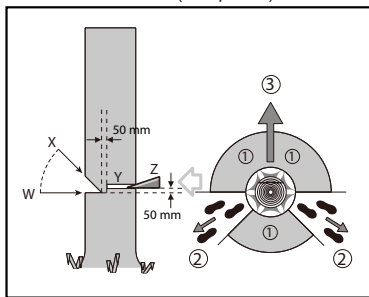

РИС. 1
Перед валкой дерева должен быть запланирован путь отхода и при необходимости следует подготовить и освободить его. Путь отхода должен вести в сторону и вверх от ожидаемой линии падения деревьев. (См. рис. 1)
Пропилите под прямым углом со стороны падения дерева запил в его стволе на глубину, равную 1/3 диаметра ствола. Вначале выполните нижний горизонтальный запил. Это позволит избежать зажатия пильной цепи или направляющей шины пилы при выполнении второго запила. (См. рис. 1).
глубоко, чтобы осталась вертикальная древесная перемычка, которая могла бы служить шарниром. Эта перемычка должна предотвратить возможность поворота дерева и его падения в неправильном направлении. Не перепиливайте эту перемычку. При приближении повалочного запила к перемычке дерево начинает валиться. Если станет видно, что дерево может упасть в нежелаемом направлении или даже наклонится назад и зажать пильную цепь, прервите выполнение повалочного запила и используйте для открытия запила и окончательной повалки дерева в желаемом направлении клинья из дерева, пластмассы или алюминия (3). Если дерево начнет падать, удалите цепную пилу из запила, выключите и отложите ее в сторону, покиньте опасную зону по запланированному пути отхода (2). Следите за упавшими вниз ветвями и не запнитесь о них. (См. рис. 1).